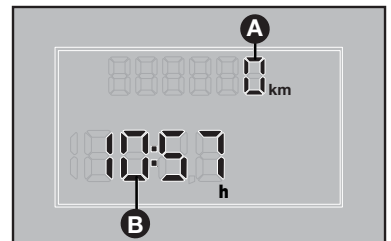

fig. 49
- Cuentakilómetros total (**A-fig. 49**).
- Reloj (**B-fig. 49**).